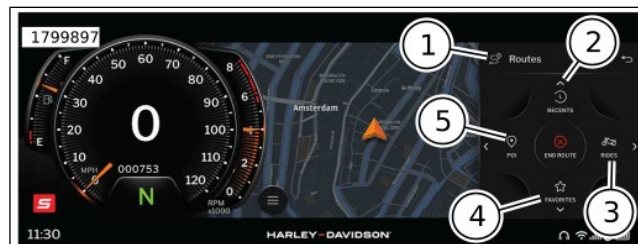

Abbildung 76. Zielloptionen
3. Siehe Abbildung 76. Das Textfeld (1), die Suche (2) oder die Sonderzielvorschläge (3) verwenden, um ein Ziel auszuwählen.